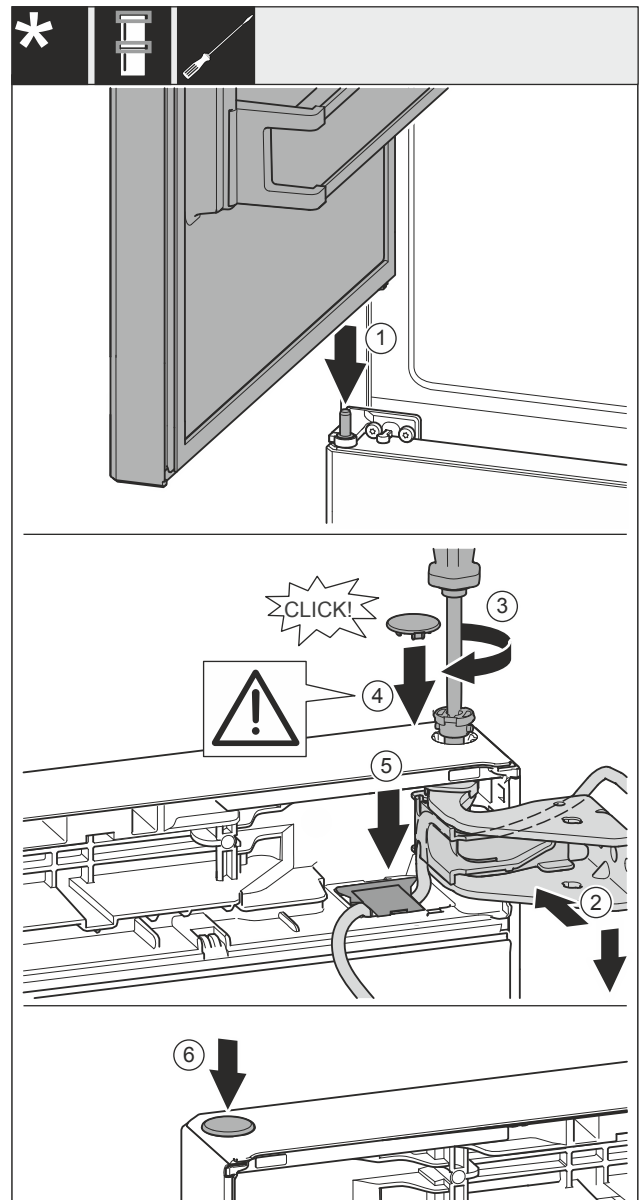

Fig. 60
- ▶ Bovenste deur op het middelste lagerbok Fig. 60 (1) plaatsen.
- ▶ Deur boven naar de opening in het lagerbok Fig. 60 (2) uitlijnen.
- ▶ Bouten Fig. 60 (3) insteken en met een schroevendraaier vastschroeven.
- ▶ Afdekking Fig. 60 (4) plaatsen.
- ▶ Controleer of de afdekking Fig. 60 (4) tegen de deur ligt.
- ▶ Afdekking Fig. 60 (5) plaatsen en naar onderen drukken tot deze vergrendeld.
- ▶ Afdekking Fig. 60 (6) plaatsen.